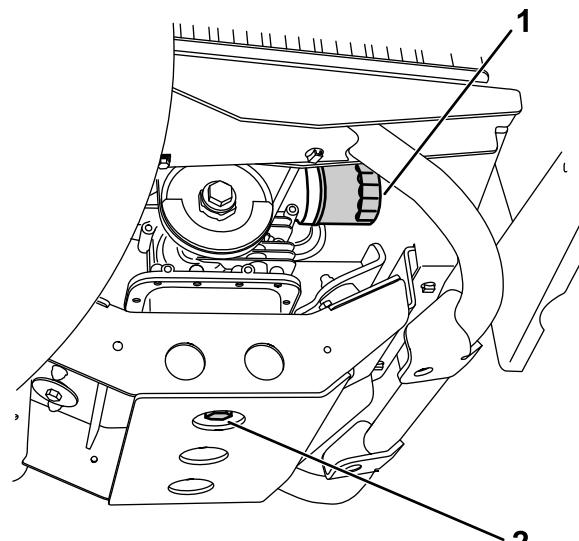

Figura 35
5. Allineate una bacinella di spurgo con una capacità di 1,6 litri sotto il tappo di spurgo (Figura 35).
- Togliete il tappo di spurgo (Figura 35).
- Montate il tappo di spurgo e la guarnizione (Figura 35) e serrate il tappo a una coppia tra 45 e 53 N·m.
- Togliete il vecchio filtro dell'olio (Figura 35).
- Inserite il nuovo filtro sul relativo adattatore in modo che la guarnizione sia a contatto con la piastra di appoggio, quindi serrate il filtro di un altro 1/2 o 3/4 di giro (Figura 35).